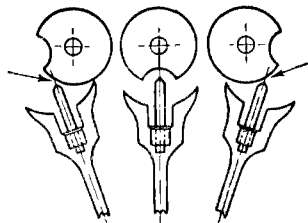

Рис. 97. Правильний зазор між списом і запобіжною ролькою.
**Правило.** Зазор між списом і запобіжною ролькою, коли ролька стоїть біля одного або другого обмежного штифта, повинен бути однаковим з обох боків (рис. 97).
**Правило.** Під час проходження балансом додаткової дуги між списом і малою ролькою повинен бути однаковий зазор з обох боків рольки (див. рис. 97).